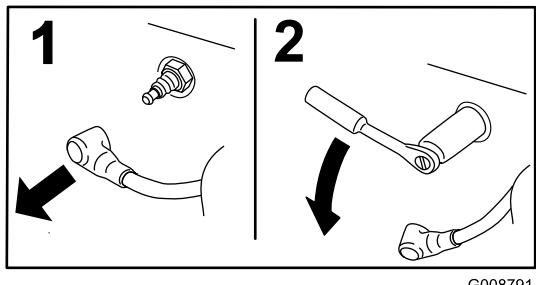

Figura 21
5. Desconecte el cable de cada bujía (Figura 21).